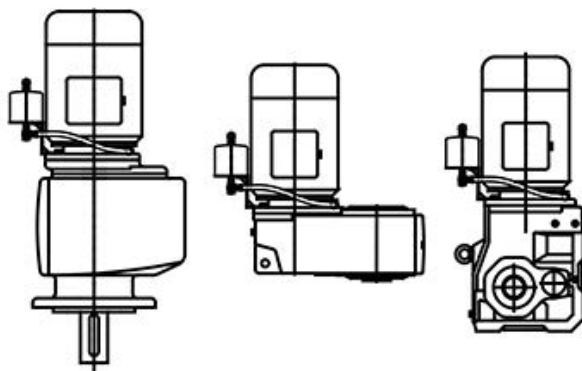

Fig. 18: Plassering av oljeekspansjonstanken
Oljeekspansjonstanken må installeres vertikalt med slangekoblingen vendt ned og lufteskruen vendt opp. Beholderen skal bygges så høyt som mulig, med tanke på lengden på slangen. For forslag til plassering av oljeekspansjonstanken, se Fig. 18. Pass på at med type M4 med koblingsboksposisjon på posisjon 2 en installasjon av oljeekspansjonstanken er ikke mulig.
2. Monter oljeekspansjonstanken iht Fig. 18. Juster den parallelt med motorakselen.